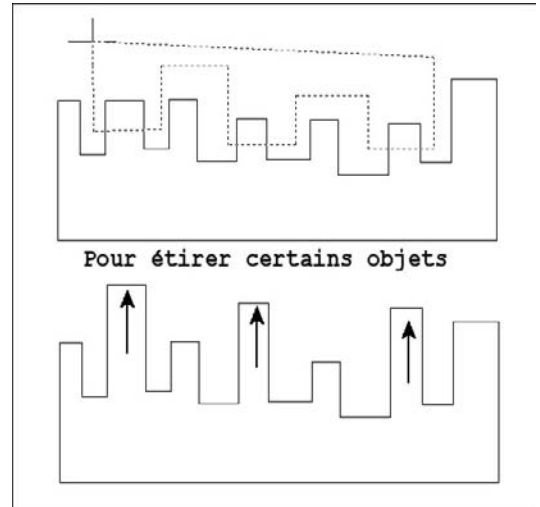

Fig.3.19
- **CPolygone** (CPolygon) : permet de sélectionner les entités contenues entièrement ou partiellement dans le polygone (de forme quelconque) de sélection (fig.3.19).